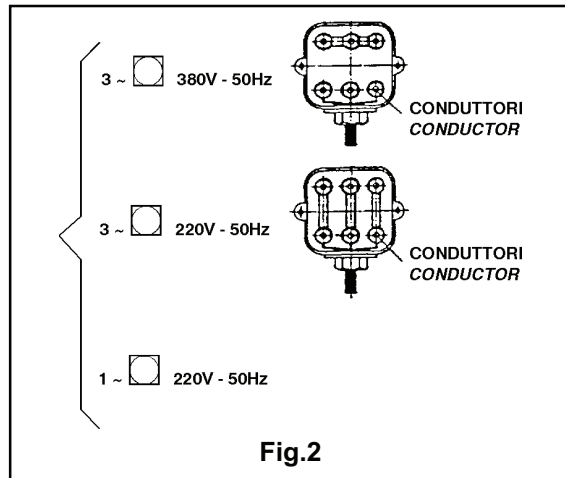

Fig.2
2) Predisporre il collegamento del motore alla rete elettrica - Fig. 2.
2) Connect the motor to the net - Fig. 2
L'inversione del senso di rotazione è possibile mediante lo scambio di due dei tre conduttori che collegano il motore alla rete elettrica (Fig. 2).
It is possible to invert the rotating direction by exchanging two of the three conductors that connect the motor to the net (Fig. 2)